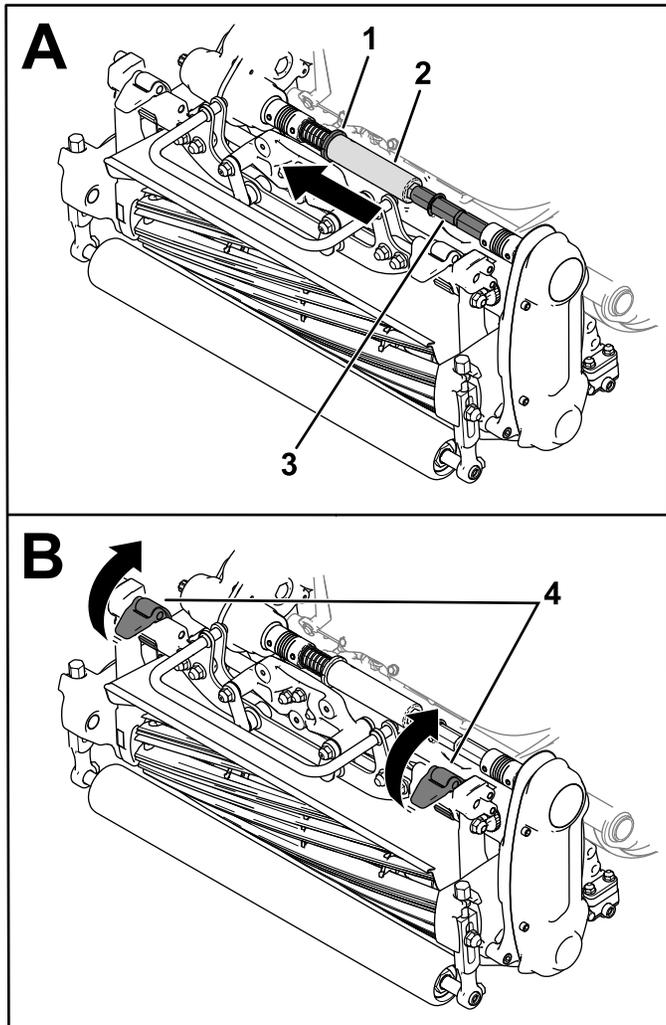

Figura 40
3. Mueva el collarín (Figura 40) en la ranura del eje de la transmisión.
- Deslice el tubo hexagonal para sacarlo del eje del acoplamiento de la unidad de corte (Figura 40).
- Suba los cierres de la suspensión para liberar la unidad de corte de la máquina (Figura 40).